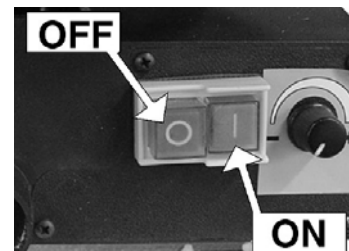

Abb. 18: EIN / AUS Schalter
Schritt 8: Säge einschalten, dazu die grüne START-Taste (Abb.18) drücken.